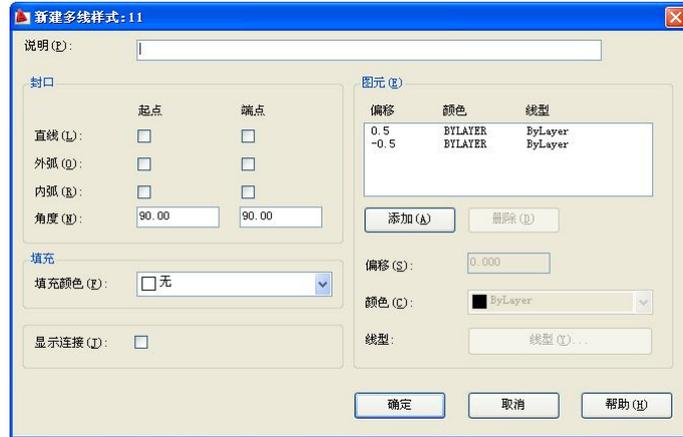

图 3-29 “修改多线样式”对话框
(6) 重命名：更改当前样式的名字，单击此按钮，然后在名称中输入更改后的名字。
(7) 删除：选择某个样式，单击此按钮即可。
(8) 修改：选择某个样式，单击此按钮，弹出如图 3-29 所示的对话框。在该对话框中可以修改样式的说明、封口样式、填充、元素、显示连接等。
2) 多线特性。利用图 3-29 对话框左侧窗格可对多线样式的绘制方式进行设置。该对话框中各项的功能如下：